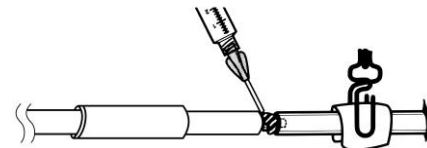

図 3
- (5) 修復用チューブに装着されている接続コネクタを留置カテーテル内に挿入する。修復用チューブ端と留置カテーテル断端との間に若干の隙間ができるようにする。
- (6) 留置カテーテル及び修復用チューブの隙間にある接続コネクタ部分を、滅菌ガーゼで拭く。隙間にシリンジを用いて接着剤を流し込み、留置カテーテルの端と修復用チューブとを接続する（図 3）。
- c) シリンジを使用して露出しているインナーチューブに接着剤を流し込み、その上にアウターシースを滑らせ、接続部分を覆う（図3）。接着剤を均等に広げた後、余分な接着剤を滅菌ガーゼで拭き取る。